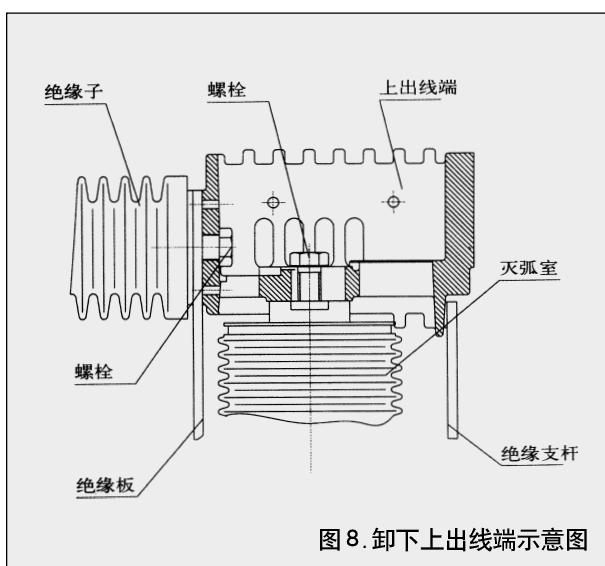

图 8. 卸下上出线端示意图
- (1) 先拆下绝缘支柱，然后拧下上出线与灭弧室连接的螺栓，同时拧下上出线与绝缘子的螺栓。然后在拆下绝缘板，最后卸下上出线。(见图8)